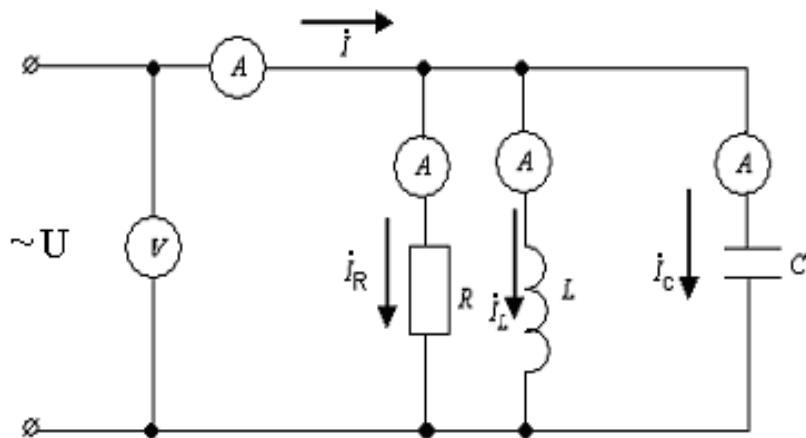

Рисунок 3.2
3.2.2 Собрать цепь по схеме (рисунок 3.2). Напряжение на входе установить в пределах от 5 до 15 В, частоту источника  $f$  порядка 1000 Гц. Активное сопротивление  $R_1 = 50 \div 200 \text{ Ом}$ ; индуктивность катушки  $L = 10 \div 30 \text{ мГн}$ , емкость  $C = 1 \div 3 \text{ мкФ}$ . Измерить ток и напряжения на всех элементах. Результаты измерений занести в таблицу 3.2.